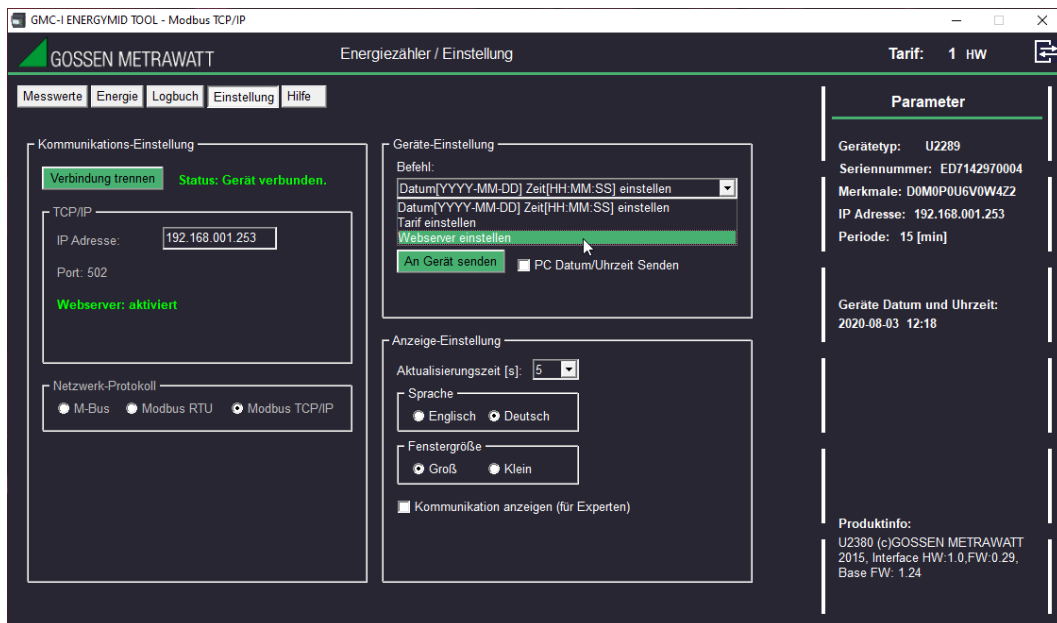

Abbildung 7: Webserver einstellen
- Wählen Sie dort den Punkt „Webserver einstellen“ aus (siehe Abbildung 7):